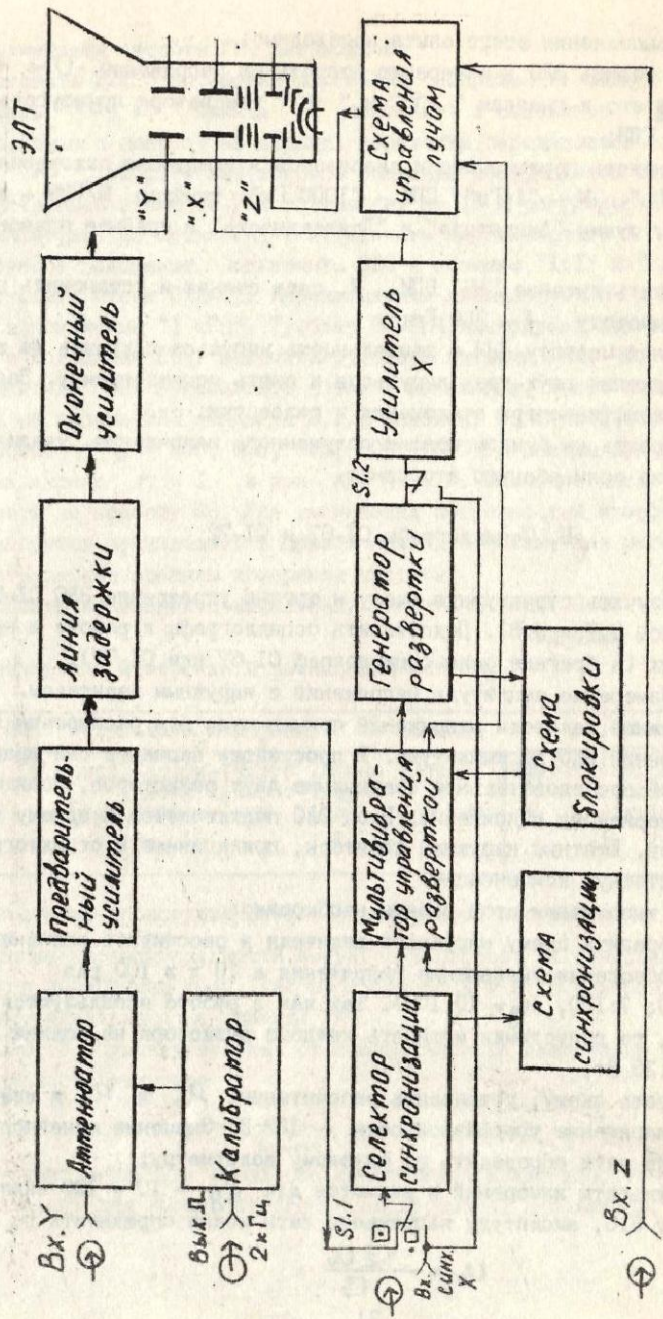

Рис. 8.7. Осциллограф CI-67
8. Изучить структурную схему и органы управления ЭЛО С1-67 и С1-72 (рис. 8.7 и 8.8). Подготовить осциллографы к работе и настроить их (в бригаде один осциллограф С1-67 или С1-72).